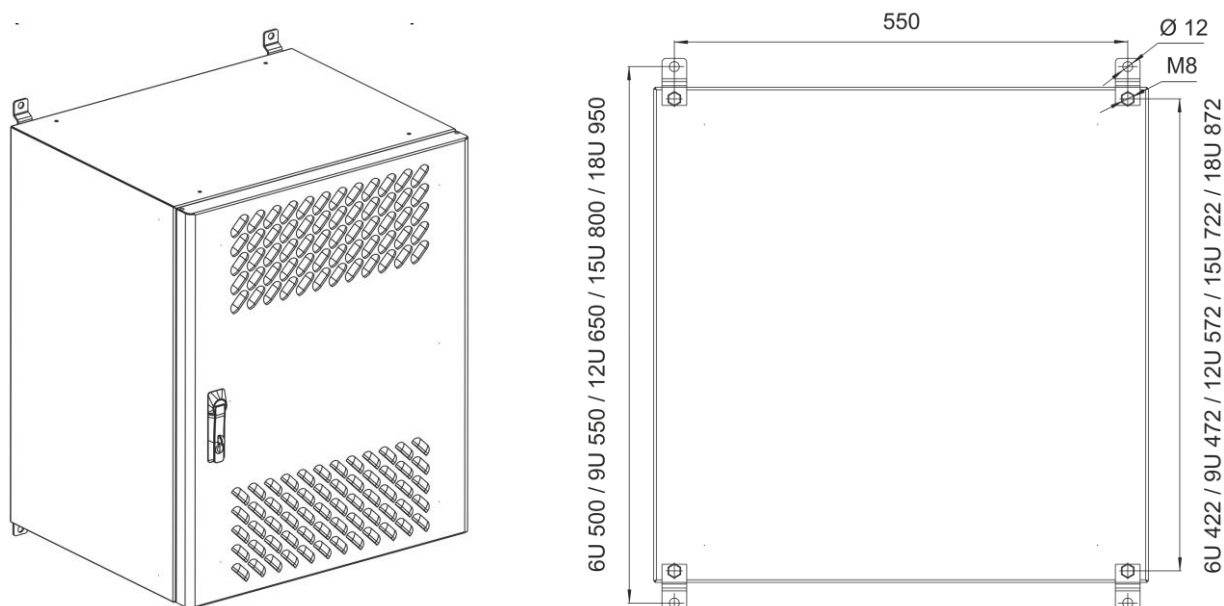

Рисунок 3. Разметка отверстий для крепления на стену
- 6.3.3. Перевести автоматический выключатель (QF3) в положение «включено». Проверить с помощью специального инструмента напряжение 220 В в розетке ВРУ (XS1 на рис. 3).